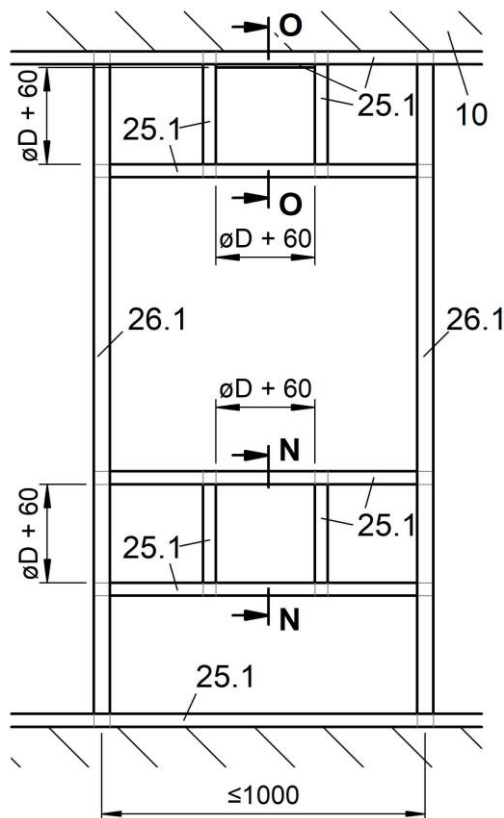

Abbildung 68: Metallständerwerk mit erforderlichen Auswechslungen (Schachtwand) für Nasseinbau (BSK-RPR 100 bis ≤ 250)
- Metallständerwerk und Wand gemäß den Angaben des Wandherstellers herstellen und Auswechslungen entsprechend der Abbildung 68 vorsehen.